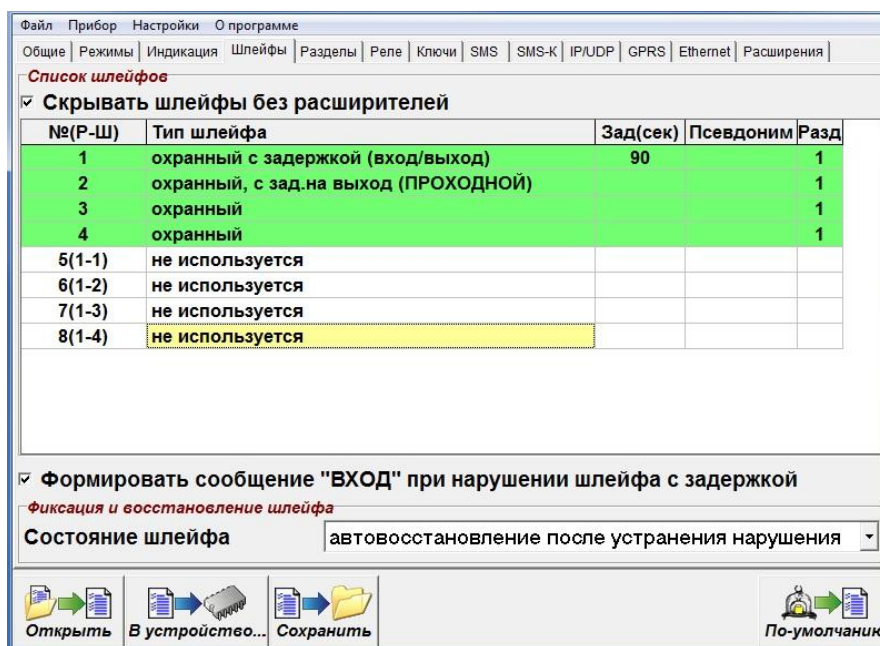

Рисунок 8. Вкладка «Шлейфы». Добавленные шлейфы расширителей.
4.3 На вкладке «Шлейфы» отображаются шлейфы УОО и шлейфы добавленных расширителей (рисунок 8).